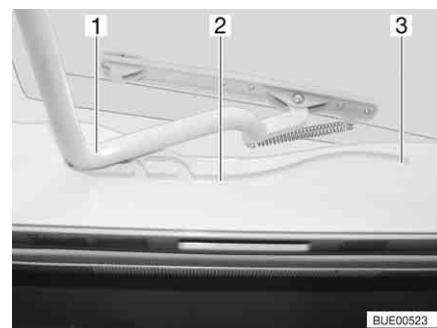

Fig. 37 Guida (oblò Heki)
■ Tirare la staffa (Fig. 37,1) nelle guide (Fig. 37,2) fino alla posizione più all'indietro (Fig. 37,3).
Chiusura: ■ Spingere la staffa (Fig. 37,1) leggermente verso l'alto con ambedue le mani.
- Tirare la staffa nelle guide (Fig. 37,2) fino alla posizione desiderata.